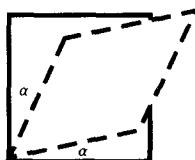

图 1-4
8. 如图 1-4 所示，设虚线表示单元体变形后的形状，则该单元体的剪应变为（ ）。